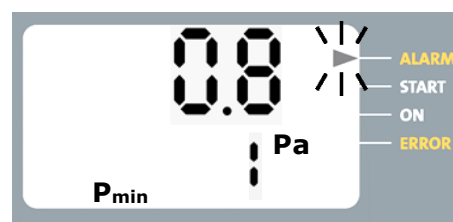

Abb. 14: Alarmzustand mit automatischem Reset
2. Dauert eine Druckunterschreitung länger als die Glättungszeit T_v , geht der DS 01 L in den Alarmzustand (Abb. 14), der Pfeil blinkt bei ALARM.